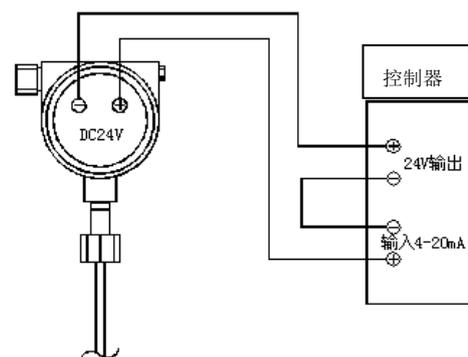

图 13 线路连接
**工作原理：**把液位高度的位移量转化成线性的 4 mA~20 mA 标准信号输出，从而反映贮罐内液位高度。适用于非导电液体的连续测试和指示，与其配套使用的数字显示调节仪在其表盘上可随时显示容器内二氧化碳液位指示值。线路连接见图 13。